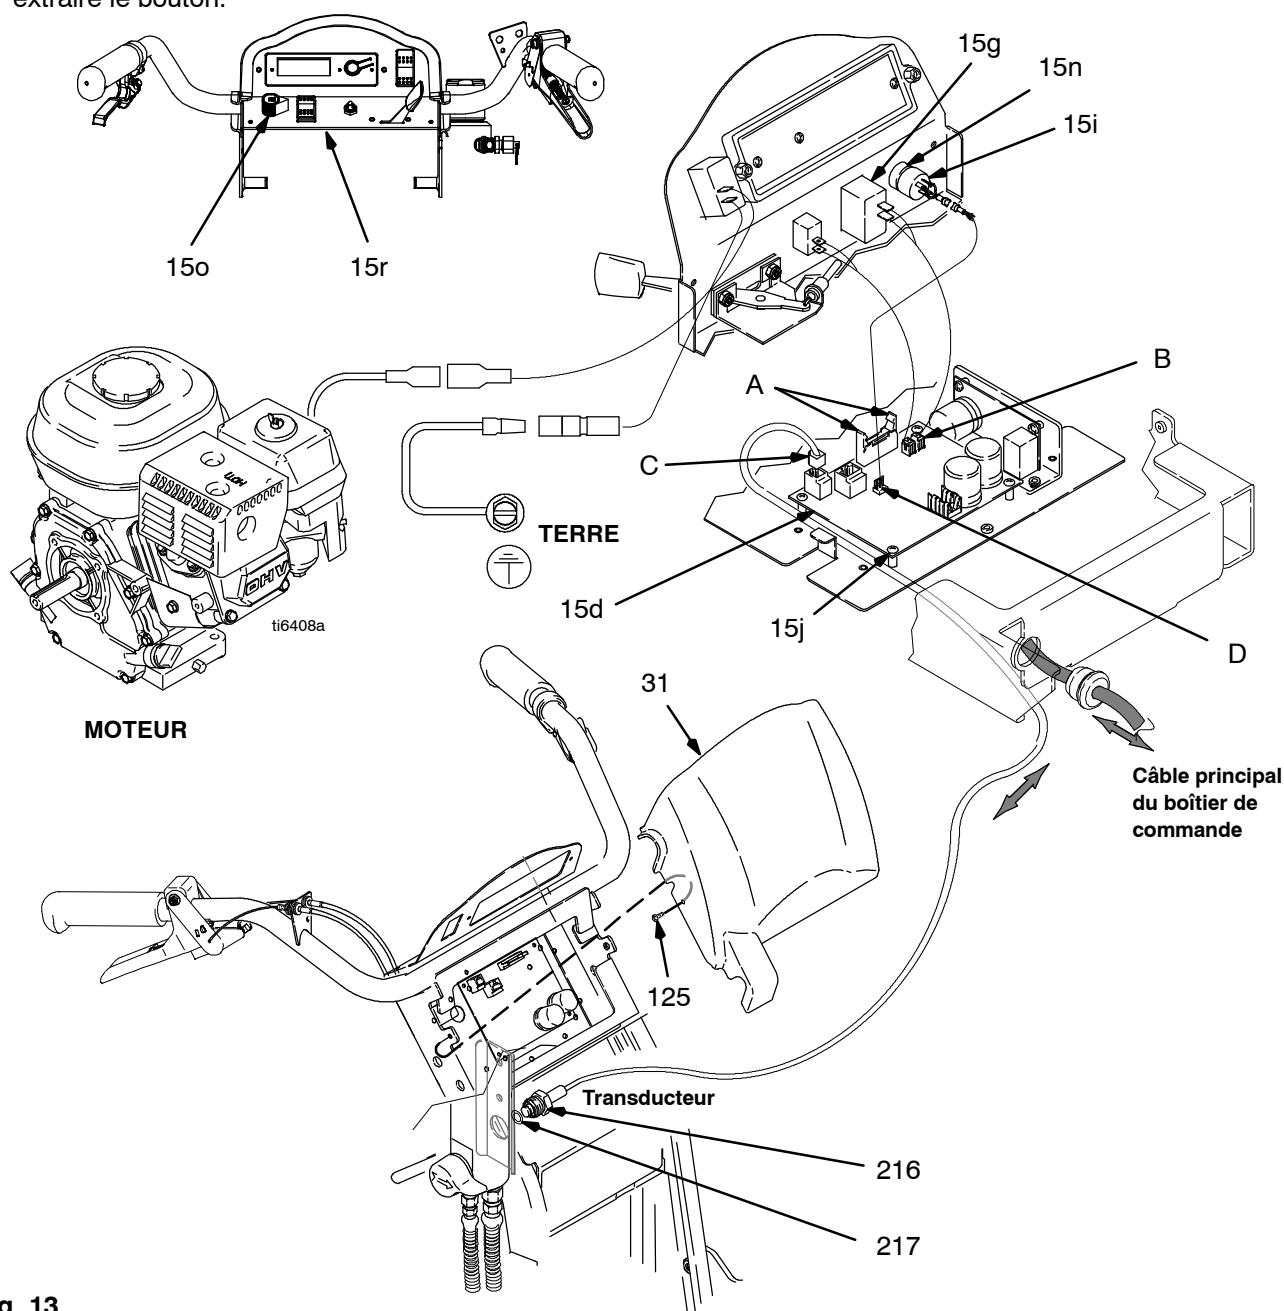

Fig. 13
2. Fig. 13. Retirer les deux vis (125) et le capot (31).
3. Ouvrir les pattes du connecteur (A) sur la carte PC et sortir le connecteur de l'afficheur.
4. Débrancher le connecteur du bouton MARCHE/ ARRÊT (B) de la carte PC.
2. Fig. 13. Retirer les deux vis (125) et le capot (31). Ouvrir les pattes du connecteur sur la carte PC et sortir le connecteur de l'afficheur.
3. Fig. 13 et 21. Noter sur un papier les branchements des fils sur la carte de commande. Débrancher les fils de la carte de commande (15d).
4. Fig. 13. Retirer les quatre vis (15j) de la carte de commande (15d).
1. Fig. 13. Fixer la carte de commande (15d) avec quatre vis (15j).
2. Fig. 13 et 21. Voir la remarque sur les branchements de fils sur la carte de commande. Brancher les fils sur la carte de commande (15d).
3. Fig. 13. Enficher le connecteur de l'afficheur sur la carte PC, refermer les pattes (A) du connecteur sur la carte PC. Fixer le couvercle de la commande (31) avec deux vis (125).
2. Fig. 13. Enlever les deux vis (125) et le capot de commande (31).
3. Débrancher le fil du capteur (C) de la carte de commande (15d).
4. Enlever le capteur de pression (216) et le joint torique (217) du manifold du filtre (40).
1. Fig. 13. Placer le joint torique (217) et le capteur de pression (216) sur le manifold du filtre (40). Serrer à 35 - 45 N.m.
2. Brancher le fil du capteur (C) sur la carte de commande (15d).
3. Fixer le capot de commande (31) avec deux vis (125).
3. Débrancher le fil (D) de la carte de commande (15d).
2. Fig. 13. Monter le potentiomètre de pression (15i), l'écrou d'arbre, la rondelle et le bouton du potentiomètre (15o).
3. Brancher le fil (D) sur la carte de commande (15d).
4. Fixer le capot de commande (31) avec deux vis (125).